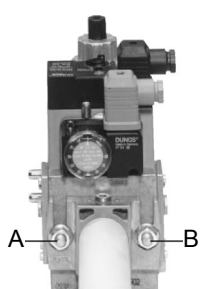
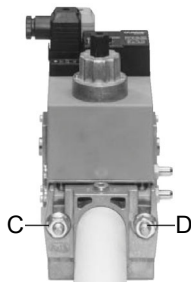
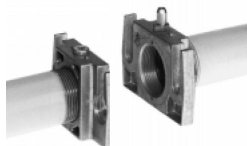

Рис. 2
Рис. 3
Рис. 4
- 2 Поднимите пластину с помощью винтов, как показано на рис. 2
3. Затянуть винты A, B, C и D (Рис. 2 - Рис. 3), соблюдая дистанции монтажа (Рис. 4);
ВНИМАНИЕ: после монтажа газовой рамы согласно схеме на Рис. 2, необходимо провести тестирование на герметичность газового контура, согласно требований действующих нормативов.